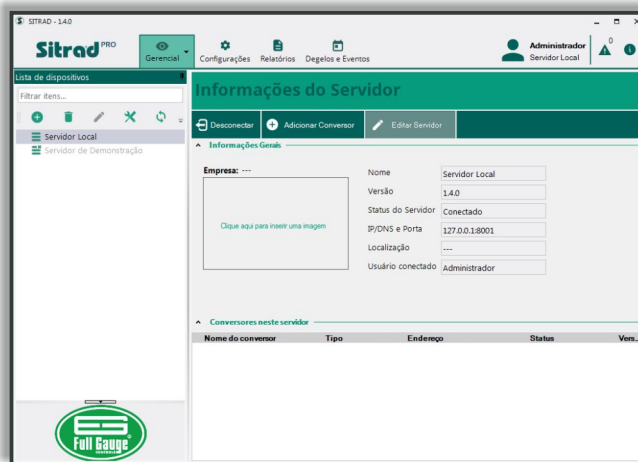

Figura 25
**Passo 1:** A Figura 25 exibe a tela Gerencial do Sitrada™. Na guia **Lista de dispositivos**, à esquerda, selecione o servidor ou o qual deseja-se instalar. Esse servidor deve estar na mesma rede que o dispositivo. Na guia principal **Informações do Servidor**, clique no botão **Adicionar Conversor**.